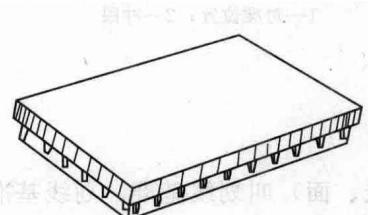

图 1-8 划线平板
(2) 辅助划线工具
① 基准工具（划线平板） 图 1-8 所示为划线平板，它由铸铁制成，经时效处理、机械加工和刮削而成。平板的工作表面要求平直、光滑，是划线的基准平面。平板应平稳放置，保持水平，工作表面经常保持清洁，使用部位要均匀，避免局部磨损。在平板上不允许做任何的锤击工作。